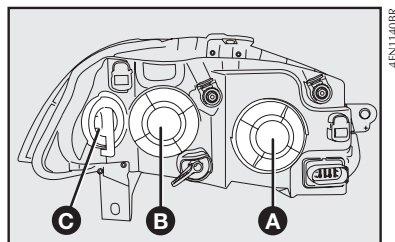

fig. 35
1) Girar a tampa **A-fig. 35** (para trocar a lâmpada do farol baixo) ou a tampa **B-fig. 35** (para trocar a lâmpada do farol alto) no sentido anti-horário e retirá-la:
- 6) Recolocar a tampa **A-fig. 35** ou **B-fig. 35**, girando-a no sentido horário.
- 2) Girar a tampa porta-lâmpada **C-fig. 35** no sentido horário e retirá-la.
- 4) Substituir a lâmpada e recolocar a tampa **C-fig. 35**, girando-a no sentido anti-horário.
- 1) Girar a tampa **B-fig. 35** no sentido anti-horário e retirá-la;
- 5) Recolocar a tampa **B-fig. 35**, girando-a no sentido horário.